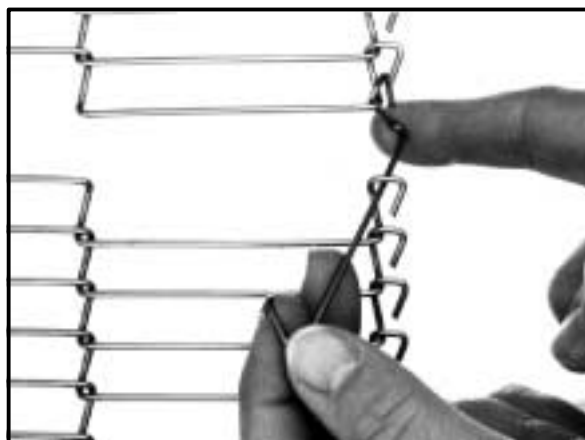
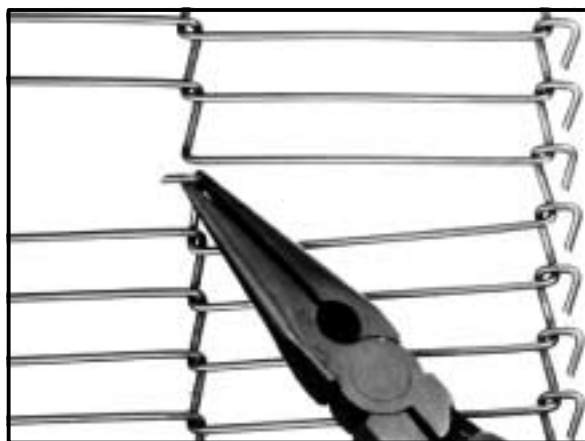

Figure 41
Figure 42
5. Installez les liaisons principales externes. Reportez-vous aux Figure 41 et Figure 42